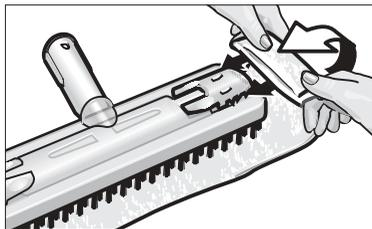

Рис. 3. Натягивание половой тряпки
- Закрепите половую тряпку (G3) на напольной насадке (G1). Для этого сложите тряпку вдоль и поставьте на нее напольную насадку. Проденьте по очереди выступающие края тряпки под зажимами (G2) (см рис. 3).